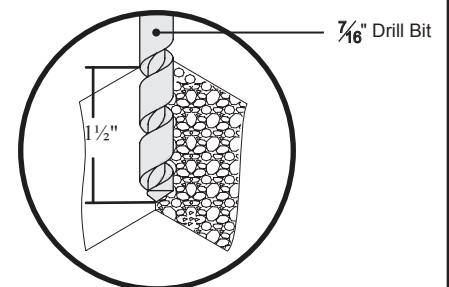

Figure 21. Le perçage des trous de montage
- A chaque emplacement marqué, percer un trou  $\frac{7}{16}$ " de 1  $\frac{1}{2}$  po de profondeur (Figure 21). Répétez cette étape pour les autres sites.